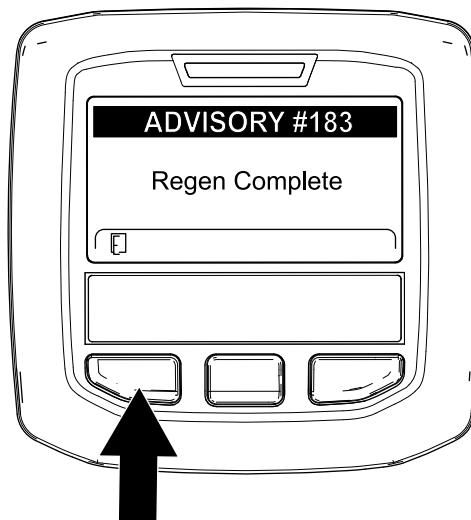

Figura 61
9. Cuando la computadora del motor finaliza una regeneración estacionaria o de recuperación, el InfoCenter muestra el Aviso Nº 183 (Figura 61). Pulse el botón izquierdo para salir de la pantalla de inicio.
Nota: Si la regeneración no se completa, el InfoCenter muestra el Aviso Nº 184 (Figura 61). Pulse el botón izquierdo para salir de la pantalla de inicio.